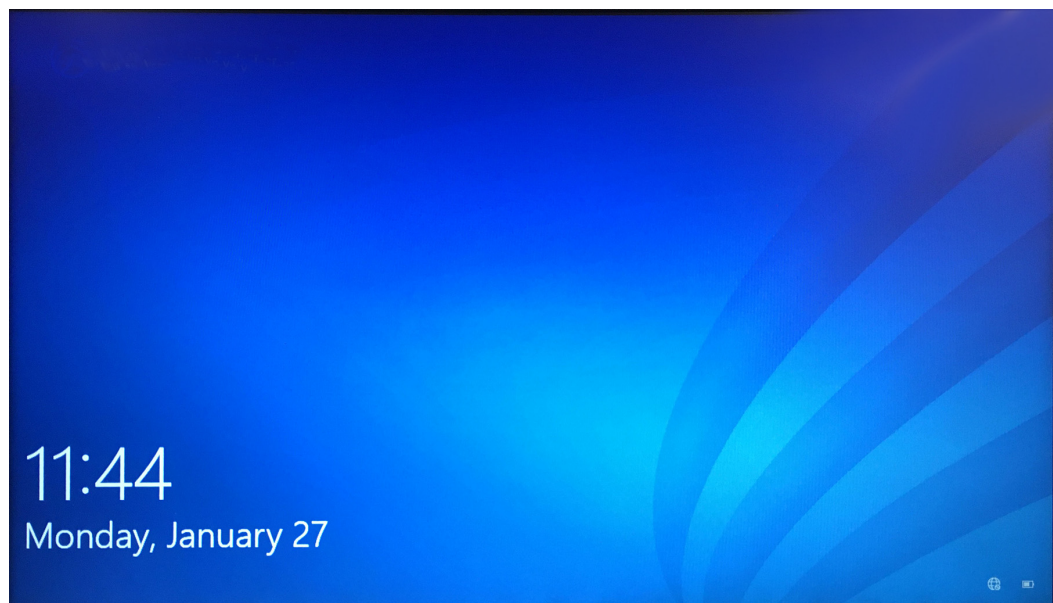

Figura 2-14. Ecranul de blocare Windows 10
- Pe Windows 10 apare ecranul de blocare Windows. Consultați Figura 2-14. Faceți clic oriunde pe ecran pentru a afișa ecranul pentru cont și parolă Windows. Consultați Figura 2-16.